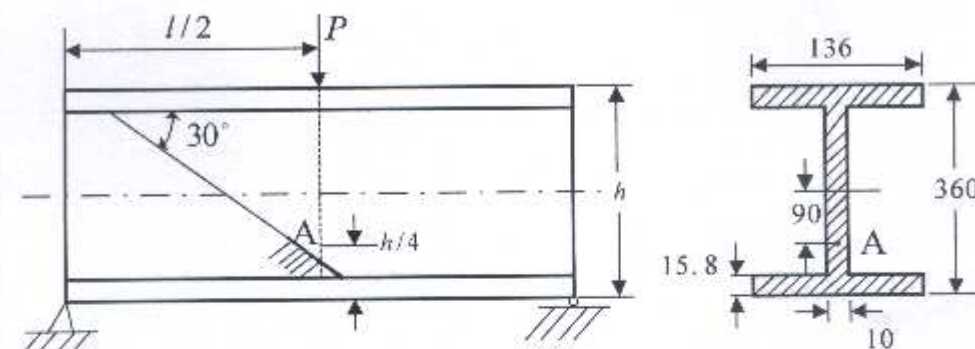

图 3-6
- 6、如图 3-6 所示简支梁为 36a 工字钢 (截面尺寸单位为 mm)， $P = 140$  kN， $l = 4$  m。A 点所在截面在集中力  $P$  的左侧，且无限接近  $P$  力作用的截面。已知